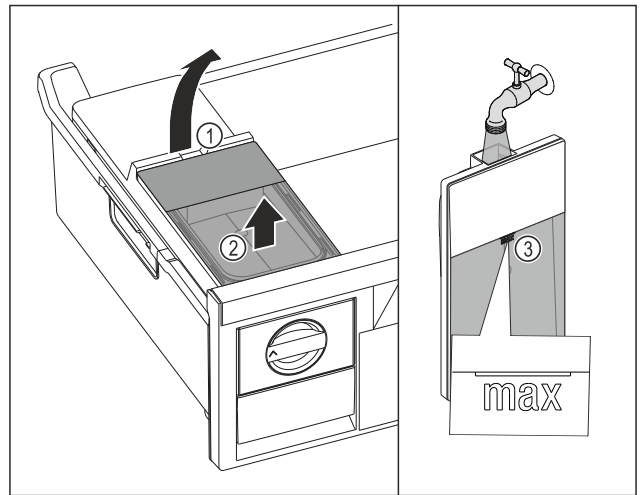

Fig. 91
- ▶ Watertank aan de uitsparing Fig. 91 (1) optillen.
- ▶ Watertank naar boven toe verwijderen. Fig. 91 (2)
- ▶ Watertank tot de markering Fig. 91 (3) vullen met drinkwater.